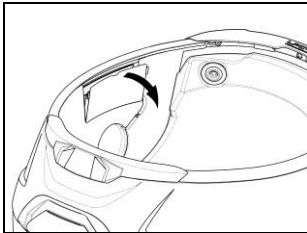

Fig. 1
- Sur le côté gauche du casque, ouvrir le couvercle du revêtement de la joue (Fig. 1). Retirez l'élément de remplissage. Conservez l'élément de remplissage au cas où vous souhaiteriez utiliser le casque sans que le système N-Com soit installé.